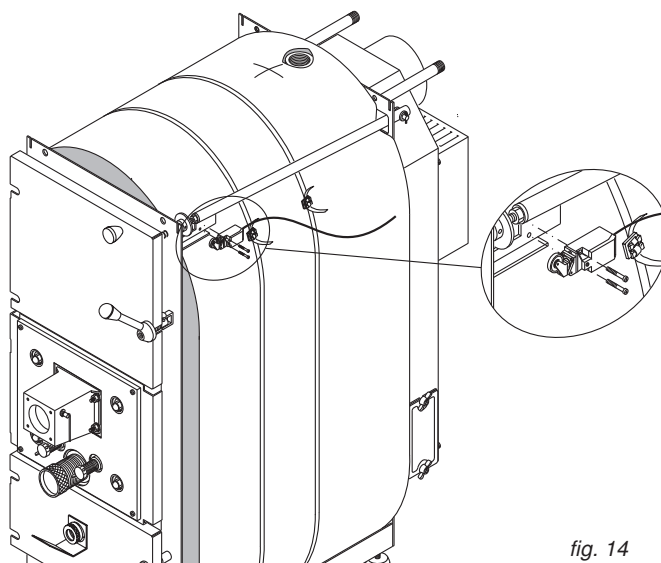

fig. 14
- Interruttore fine corsa da montare solidale al meccanismo di comando dell'asta by-pass (TKS) (vedi fig. 14, pag. 17).